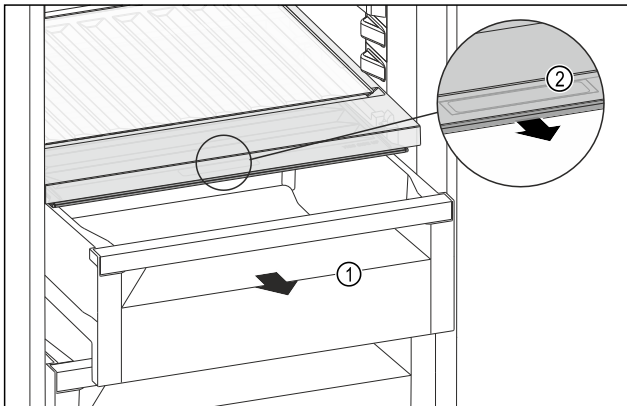

Fig. 144
- ▶ Извлеките выдвижной ящик Fig. 144 (1).
- ▶ Возьмитесь за утопленную ручку Fig. 144 (2) на крышке отделения и одновременно потяните крышку отделения вперед.